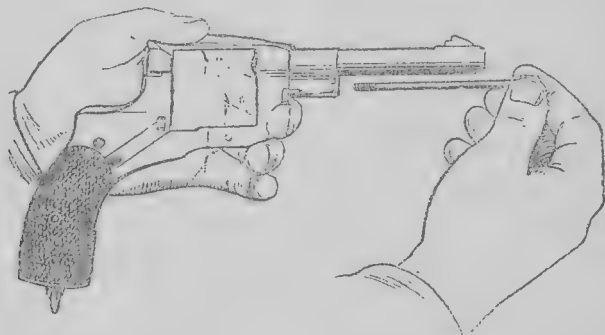

Рис. 41. Как отделить шомпол
16) отделить шомпол: вывинтить винт шомпольной пружины, снять пружину и вынуть шомпол (рис. 41).